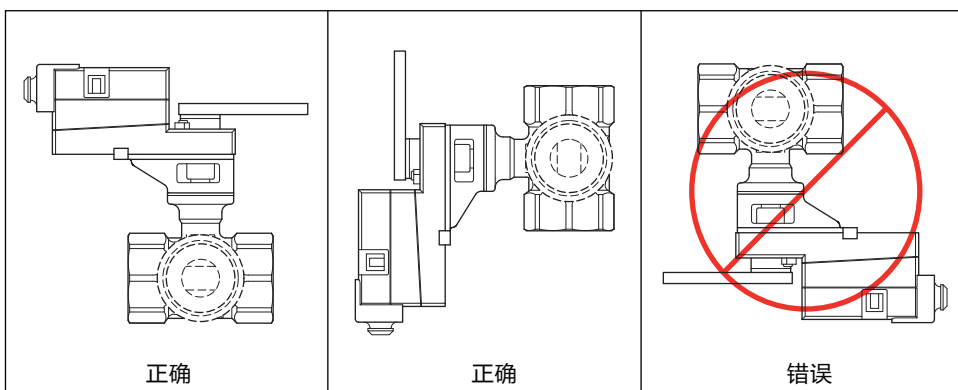

图 1
3. 执行器的安装方向采用图 1 中的正确位置，不得将球阀的阀杆头朝下安装；